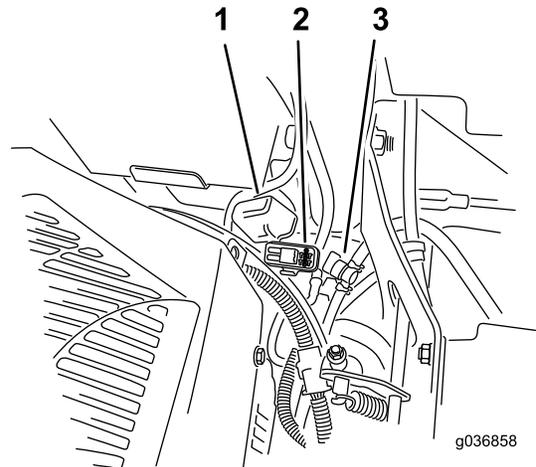

Figura 73
**Nota:** En máquinas MyRide, asegúrese de que el cable de tierra no roza contra el brazo arrastrado ni contra el soporte inferior del amortiguador (Figura 73).
Los fusibles están situados en la consola de la derecha, junto al asiento (Figura 73).
2. Instale un fusible nuevo (Figura 73).